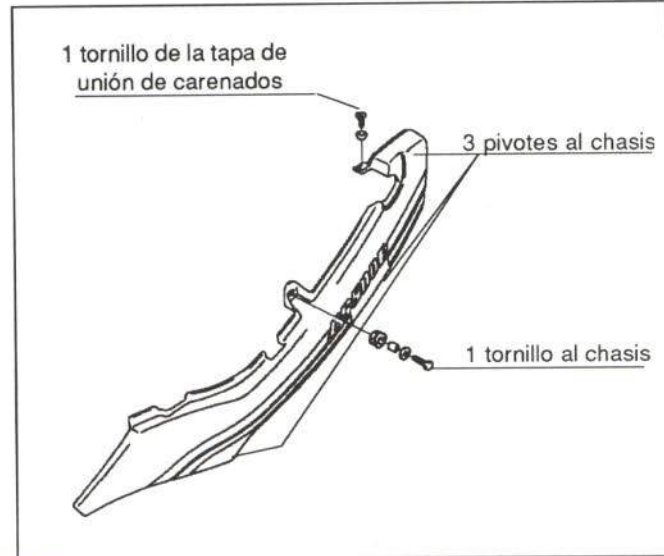

Figura 14.- Unión del carenado lateral
Su fijación se indica en la figura 14.
- Carenados laterales (figura 14)